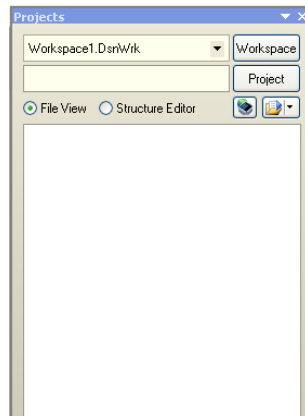

图 1-19 浮动状态
(2) 浮动显示。如图 1-19 所示，【Projects】面板处于浮动状态。